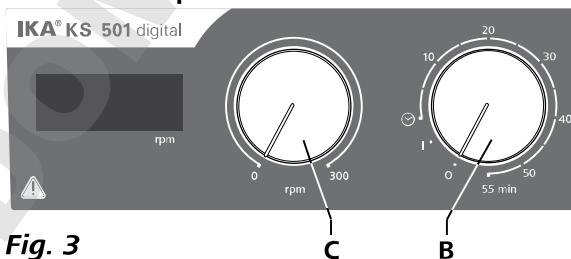

Fig. 3
- ⇒ Чтобы включить прибор, поверните ручку «**Вкл./Выкл.**» и «**Таймер**» (B, см. Fig. 3) по часовой стрелке в положение «1».
- ⇒ Чтобы выключить прибор, поверните ручку «**Вкл./Выкл.**» и «**Таймер**» (B) в положение «0».
- ⇒ Частота вращения двигателя настраивается с помощью ручки «**Частота вращения**» (C, см. Fig. 3). Частоту вращения двигателя можно задавать в диапазоне от 0 до 300 rpm.